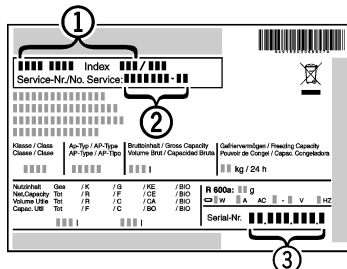

Fig. 12
- ▶ Leggere la denominazione dell'apparecchio Fig. 12 (1), il numero di assistenza Fig. 12 (2) e il numero SN Fig. 12 (3) dalla targhetta identificativa. La targhetta identificativa è situata all'interno dell'apparecchio, sul lato sinistro.
- ▶ Informare il servizio di assistenza e comunicare il difetto, la denominazione dell'apparecchio Fig. 12 (1), il numero di assistenza Fig. 12 (2) e il numero SN Fig. 12 (3).